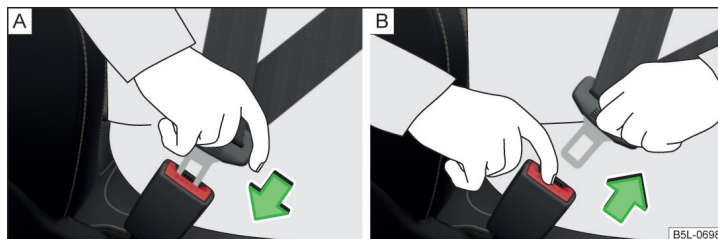

Fig. 5 Colocar y quitar el cinturón de seguridad
- Introduzca la lengüeta de cierre en el cierre correspondiente al asiento » [fig. 5 - \[A\]](#) hasta que se oiga que encaja.
- Pulse la tecla roja en el cierre del cinturón » [fig. 5 - \[B\]](#), la lengüeta de cierre saldrá disparada.